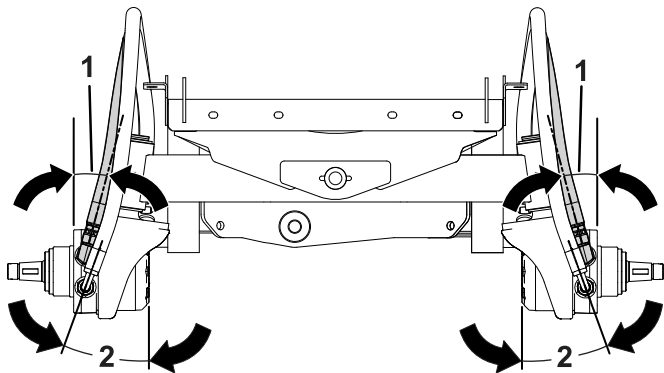

Figura 12
4. Ajuste a ligação do cotovelo de 90° a um ângulo de 15° como se mostra na Figura 12.
8. Ajuste a ligação do cotovelo de 90° a um ângulo de 20° como se mostra na Figura 12.
Nota: Certifique-se de que os ângulos são mantidos como se mostra na Figura 12.